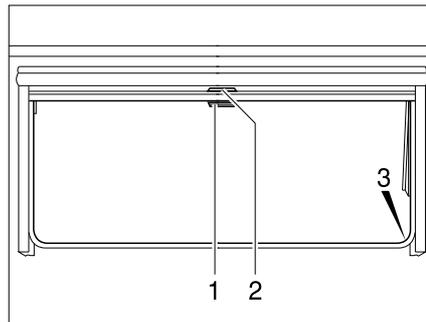

Bild 64 Ausstellfenster
- Verdunklungsrollo am Griff (Bild 64,2) nach unten ziehen. Wenn das Verdunklungsrollo ganz geschlossen wird, das Verdunklungsrollo auf beiden Seiten am Fensterrahmen in die Arretierung (Bild 64,3) einhängen.
- Wenn das Verdunklungsrollo vollständig geschlossen ist: Den Griff (Bild 64,2) nach unten drücken und den Griff dabei leicht nach innen ziehen. Das Verdunklungsrollo aus den Arretierungen links und rechts am Fensterrahmen aushängen.
- Wenn sich das Verdunklungsrollo in Zwischenposition befindet: Den Griff (Bild 64,2) leicht nach unten ziehen, bis sich die Arretierung gelöst hat.
- Insektenschutzrollo am Griff (Bild 64,1) nach unten ziehen und auf beiden Seiten am Fensterrahmen in die Arretierung (Bild 64,3) einhängen.
- Griff (Bild 64,1) nach unten drücken und den Griff dabei leicht nach innen ziehen. Das Insektenschutzrollo aus den Arretierungen links und rechts am Fensterrahmen aushängen.